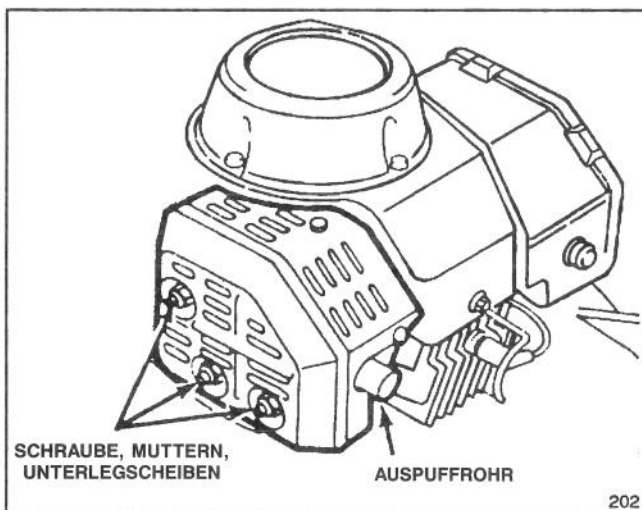

Abbildung 21
1. Mittels Hartholzschaber Kohlenstoffrückstände rundum das Auspuffrohr säubern (Abb. 21).
2. Schraube, zwei Muttern und Unterlegscheiben entfernen (Abb. 21). Auspuff von der Befestigung lösen.